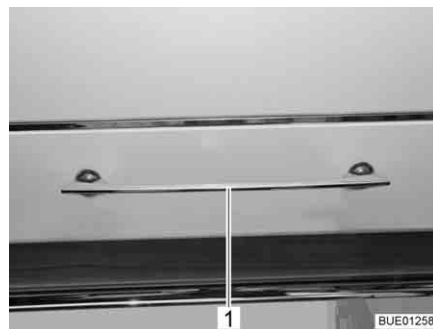

Fig. 71 Alçapão de móvel com manípulo de destravamento
- Empurre o manípulo de destravamento (Fig. 71,1) para baixo e mantenha-o premido.